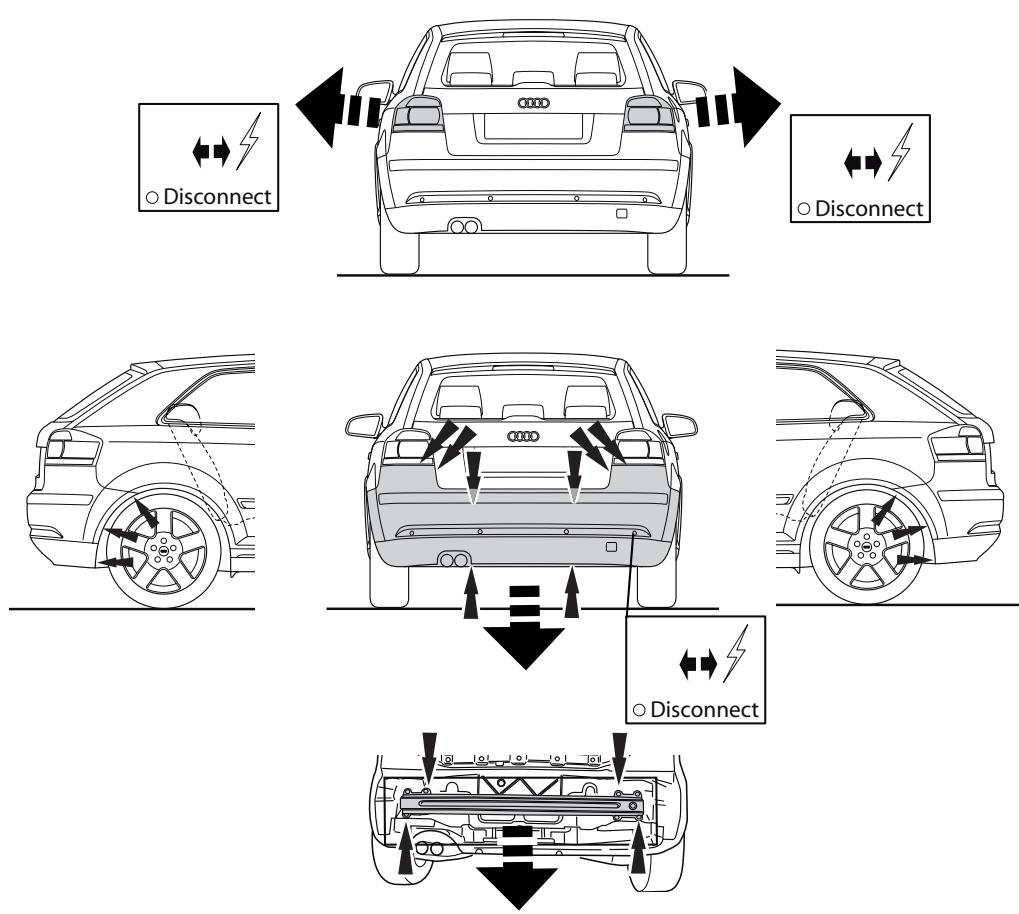

Fig. 1
1. Remove the rear-light units. See figure 1.
2. Remove the bumper. See figure 1.
1. Die Rücklichter abmontieren. Siehe Abbildung 1.
2. Die Stoßstange abmontieren. Siehe Abbildung 1.
1. Démonter les feux arrière. Voir la figure 1.
2. Démonter le pare-chocs. Voir la figure 1.